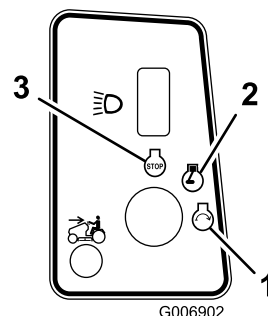

Bild 11
4. Drehen Sie den Zündschlüssel nach rechts und halten ihn auf Start (Bild 11). Lassen Sie den Schlüssel los, wenn der Motor anspringt.
2. Stellen Sie den Zündschlüssel auf Aus, warten Sie ab, bis alle sich bewegenden Teile angehalten haben, und ziehen Sie den Schlüssel ab, bevor Sie den Fahrersitz verlassen. (Bild 11).